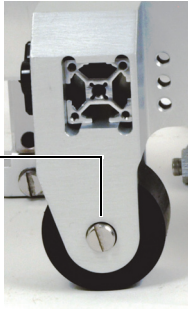

Abbildung 2-32 Rad am Rahmen montiert
1. Entfernen Sie mit einem Schlitzschraubendreher die Schraube, die das Rad hält (Abbildung 2-32 auf Seite 62).